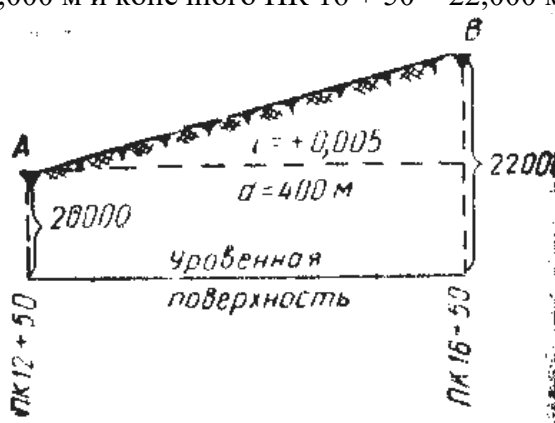

Рисунок 16. Уклон линии
**Пример.** Вычислить уклон  $i$  линии АВ (рисунок 16), если даны отметки пикетов: начального ПК 12 + 50 = 20,000 м и конечного ПК 16 + 50 = 22,000 м.